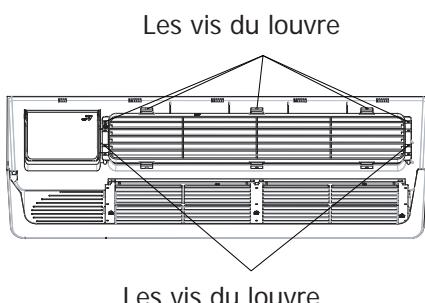

Fig. 14 – L'arrière de la façade
2. Enlevez les vis du louver qui soutiennent le louver à sa position (Du derrière vers la façade). Cf. Fig. 14.